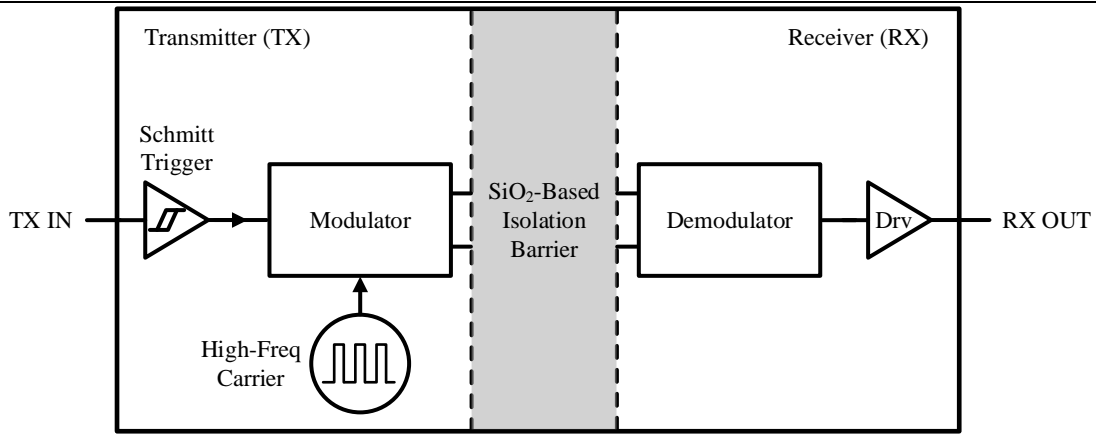
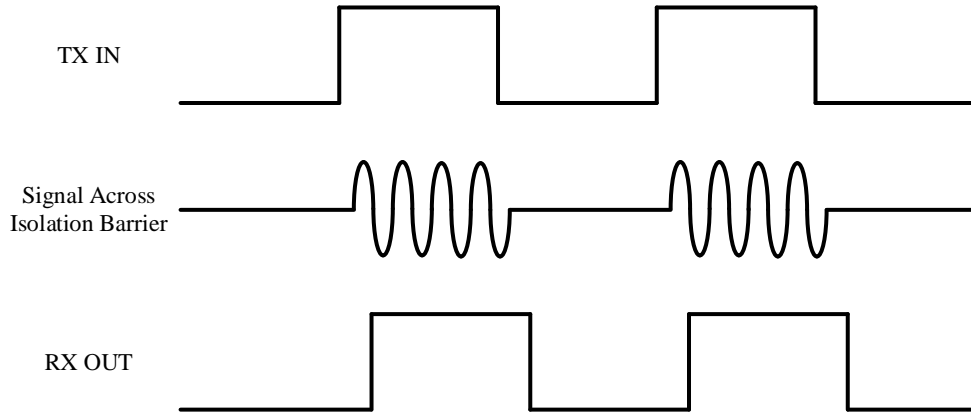

图 9-2 隔离通道的框图
图 9-3 OOK 调制方案的工作波形示意图
CA-IS1200 器件使用简单的开关键控 (OOK) 调制方案在基于二氧化硅的隔离层之间传输信号。该隔离层支持高低压域之间高达 3750 VRMS 的电气隔离。隔离通道的框图如图 9-2 所示。如图 9-3 所示，当数字位流为高电平时，发射机 (TX) 通过高频载波对其进行调制，当数字位流为低电平时则不调制。接收机 (RX) 解调通过隔离层的信号并将其准确地恢复成数字位流。隔离通道采用全差分电容耦合架构，对共模瞬态噪声不敏感，因此可以最大化 CMTI 性能。该结构和相关电路同时提供低辐射和高磁场抗扰度。